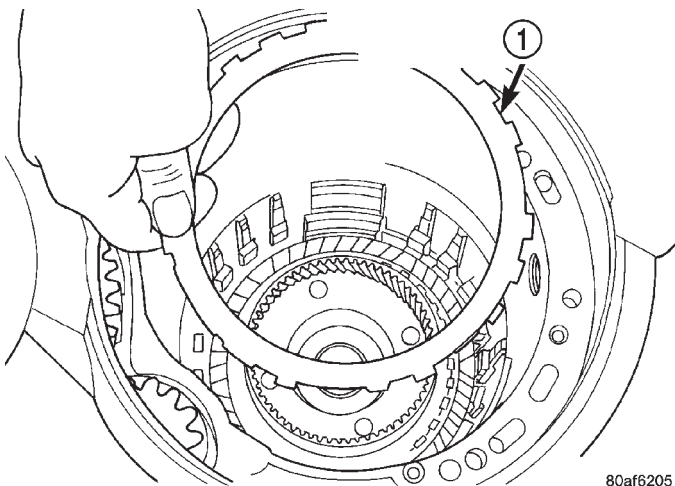

Fig. 40 Desmontaje de la placa de reacción de baja y marcha atrás
(32) Retire la placa de reacción de baja y marcha atrás (Fig. 40).